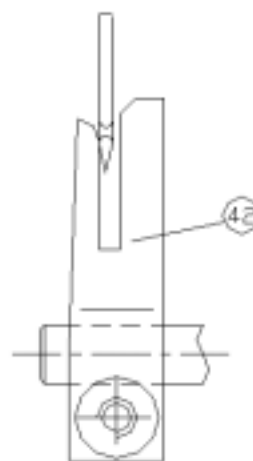

FIG. 18
Le garde de l'aiguille (44) sert pour arrêter tout cintrage de l'aiguille pendant la couture de morceaux très épais de structure. La partie du garde de l'aiguille qui exécute cette fonction est le côté intérieur du tooth.FIG.18 le plus court.